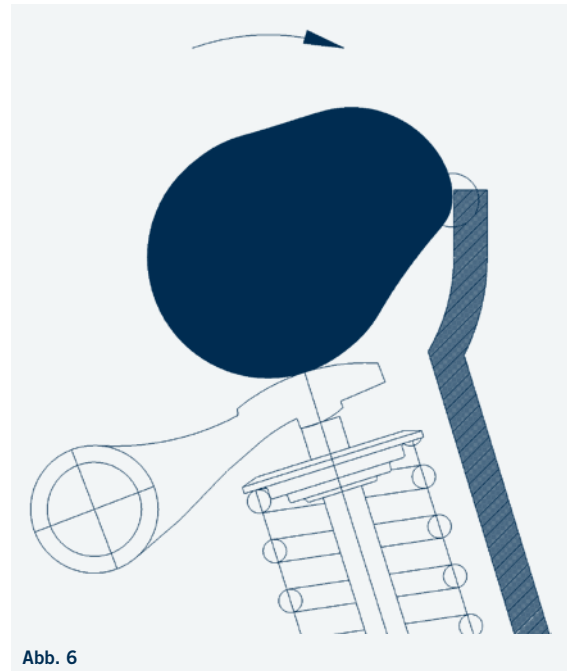

Abb. 6
- Lässt sich die Schrick-Nockenwelle im Zylinderkopf frei drehen oder stoßen die Nocken am Guss (siehe Bild 6) an? Es ist daher unbedingt sicherzustellen, dass die Nockenwelle und auch die anderen beweglichen Teile nicht miteinander kollidieren!